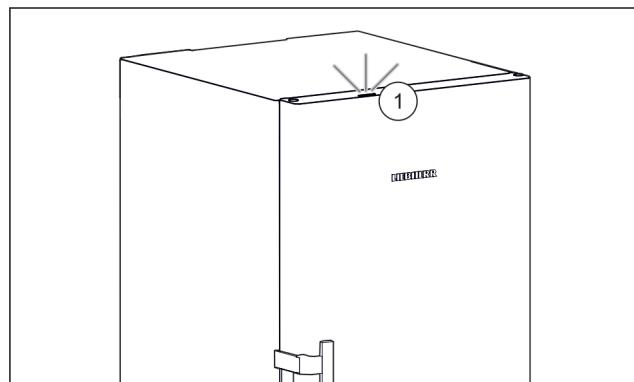

Fig. 4
Ked' uvádzate zariadenie do prevádzky, tak stavové svetlo Fig. 4 (1) je z výroby deaktivované.